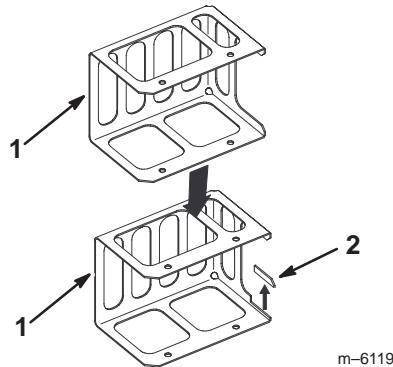

Figure 15
- Avant de monter le bouclier thermique du réservoir hydraulique, découpez la partie illustrée à la Figure 15. Cela permettra de monter le bouclier autour du support latéral.